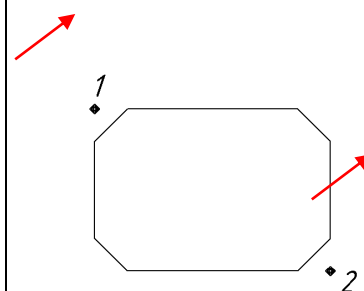

Рис. 2.12
**Ваш ответ:** Нажать **Enter** (т. е. сохранить тот же размер **5 мм**). Затем указать курсором на чертеже точки 1 и 2 прямоугольника (рис. 2.12).